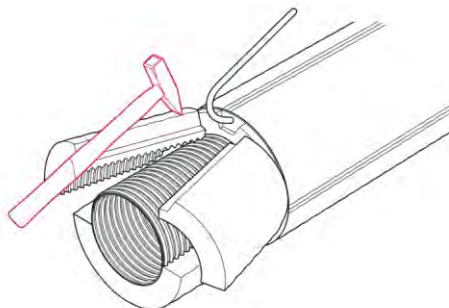

Рис. 3.6.7
7. Сбить молотком освобожденный от защитной оболочки участок слоя теплоизоляции (рис. 3.6.7).